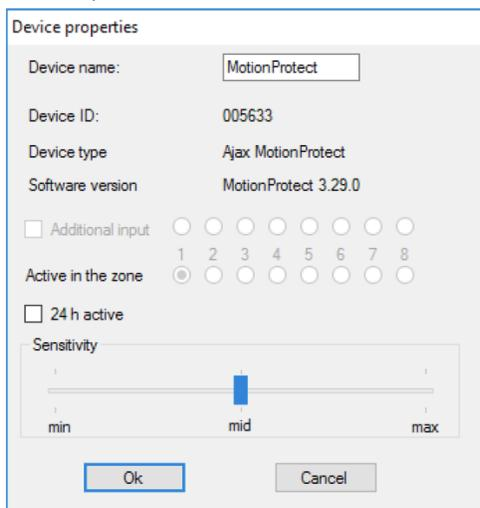

IMAGEN 5. El menú de las propiedades del sensor hace posible registrar la zona del sensor
4.3. Si el sensor fue registrado en una zona incorrecta, haga click en el botón de “Properties/Propiedades”. La ventana de ajustes aparecerá permitiendo seleccionar una nueva zona para el sensor (IMAGEN 5).
Cuando se conecta un sensor alámbrico adicional a la entrada digital externa del sensor inalámbrico, active el recuadro en “Additional input/ Entrada adicional” (IMAGEN 5) en propiedades. Si un sensor (por ejemplo, LeaksProtect) esta diseñado para funcionar por 24 h, active el el recuadro de propiedades “activo24 h”. Sensores de 24 h y sensores normales no deberán colocarse en la misma zona! Si es necesario, ajuste la sensibilidad del sensor.